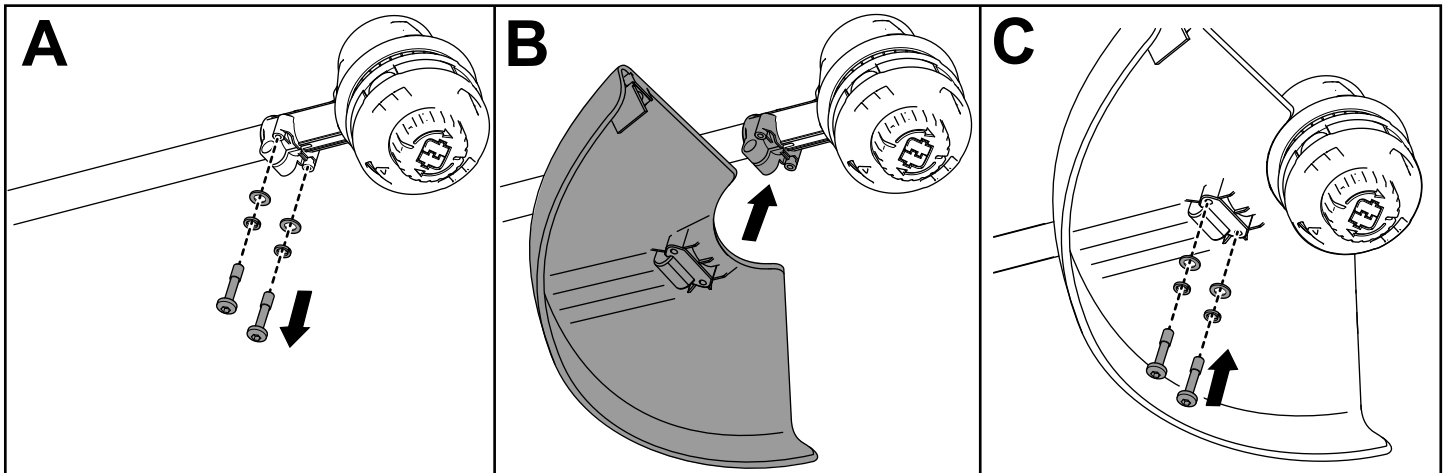

Figure 3
1. À l'aide de la clé Allen fournie, retirez les 2 vis à tête creuse, les 2 rondelles et les 2 entretoises de la base de la débroussailleuse (A de la Figure 3).
2. Placez le déflecteur sur la base de la débroussailleuse (B de la Figure 3).